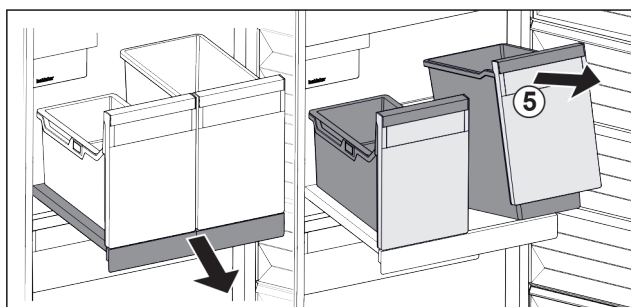

Fig. 23
- ▶ Soulever les bacs Fig. 23 (5) par l'avant.